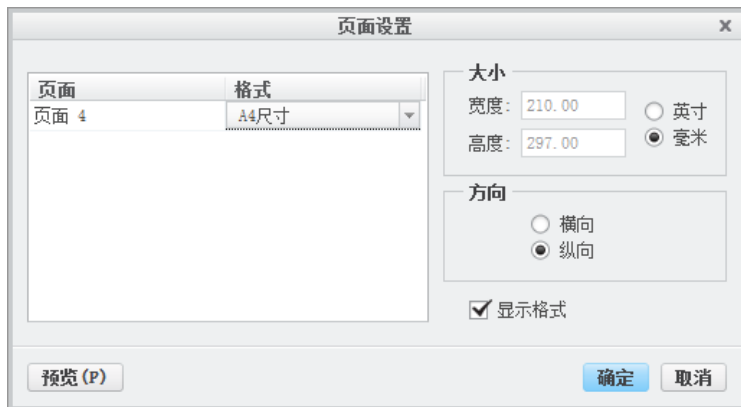

图 6.6.5 “页面设置”对话框
Step1. 切换到页面“4”, 在功能选项卡区域的  布局 选项卡中单击“页面设置”按钮 。系统弹出图 6.6.5 所示的“页面设置”对话框。
Step1. 双击绘图区左下角的图纸幅面标记“尺寸: A4”, 系统弹出图 6.6.5 所示的“页面设置”对话框。